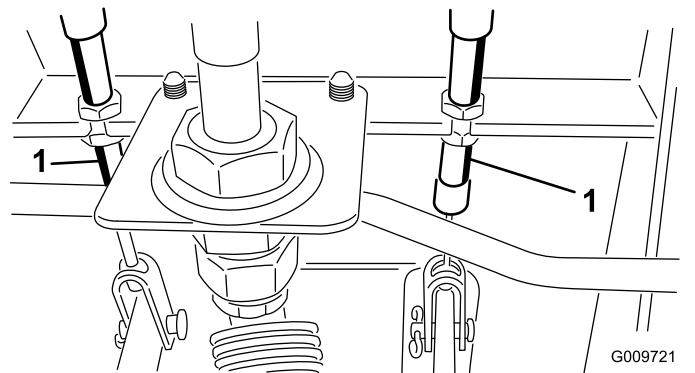

Рисунок 115
- A. Отпустите переднюю гайку на резьбовом конце троса тормоза (Рисунок 115).